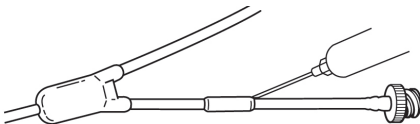

Fig. 16
7. Inyectar adhesivo en ambos extremos del manguito (Fig. 16). Retirar el adhesivo sobrante.